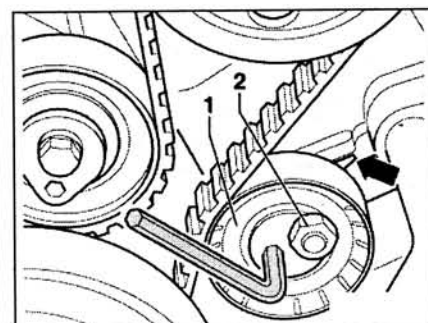

Рис. 3.6. Прокрутите ролик так, чтобы метка на ролике совместилась с меткой на фланце головки блока цилиндров (стрелка).
10. Проверьте положение установочного ролика. Для этого прокрутите ролик так, чтобы метка на ролике совместилась с меткой на фланце головки блока цилиндров (**стрелка**) (рис. 3.6). Затяните гайку 2 моментом 20 Нм.